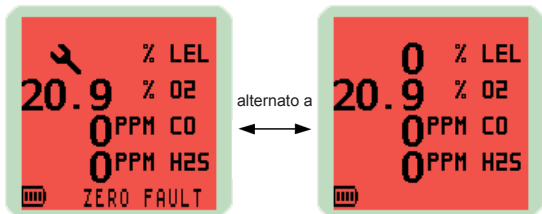

Fig. 4-9 Errore di verifica
- 2) La visualizzazione dell'avvertenza "ERRORE DI ZERO" e il simbolo lampeggiante della chiave, alternati a una lettura LEL zero, come illustrato in Fig. 4-9, suggeriscono di effettuare un gas test di due minuti per consentire l'azzeramento del display, e poi di spegnere e riaccendere lo strumento. Se l'errore persiste, portare lo strumento presso un centro autorizzato di Manutenzione/Riparazione GMI.